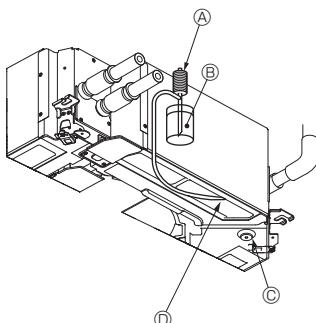

Fig. 5-7
5.3. Проверка дренажа (Fig. 5-7)